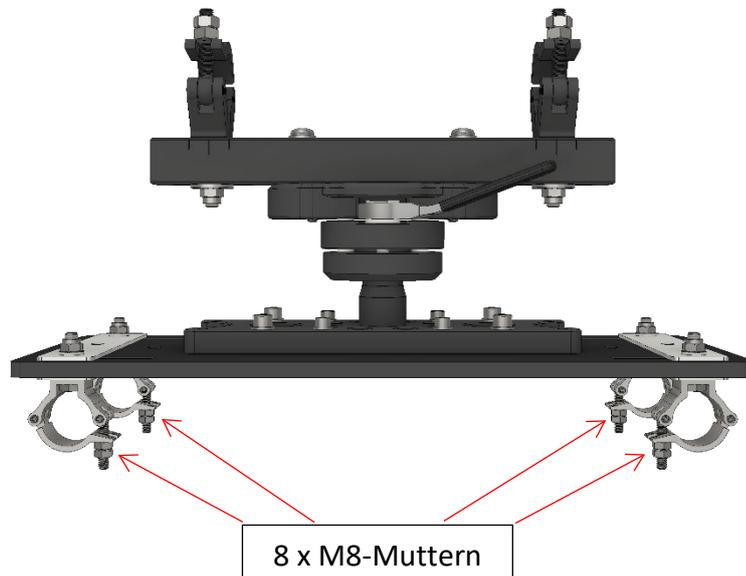

Abbildung 4 Rigging Schellen für die PORAD-XL-Serie
**Schritt 1:** Öffnen Sie die Rigging-Schellen, indem Sie die acht M8-Muttern an den Klemmengewinden lösen (siehe Abbildung 4).